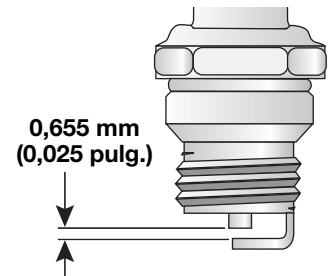

Fig. 40
3. Cambie las bujías que estén rajadas, sucias o deterioradas. Fije la separación de aire a 0,655 mm (0,025 pulgadas) utilizando un calibrador (Fig. 40).